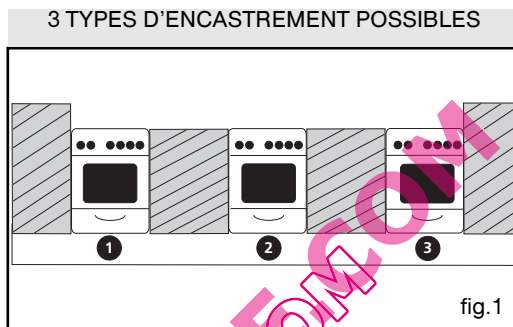

fig.1
• Plat lèchefrite multi-usages fig.1
Vous devez respecter les côtes d'encastrement suivantes (fig.1 et 2):
- Enfoncez un tournevis entre la tôle du capot et la trappe puis faites pivoter la trappe (**fig.1**).
• **PIEDS REGLABLES - (fig.1)**